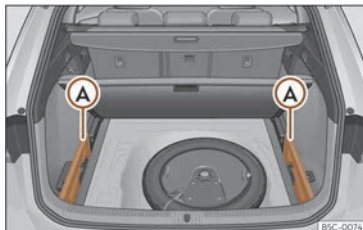

Fig. 190 Dans le coffre à bagages : logement pour ranger la plage enroulable.
- Retirez les caches gauche et droit >>> **fig. 190** (A).